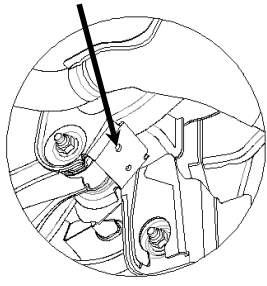

Figure 3
• Sur les modèles Buick LaCrosse et Cadillac XTS, agrandir le trou arrière de la monture de suspension du véhicule pour recevoir le boulon 1/2 po. Voir la Figure 3.
4. Poser les boulons de carrosserie 1/2 po (4) sur la plaque de support d'attelage.